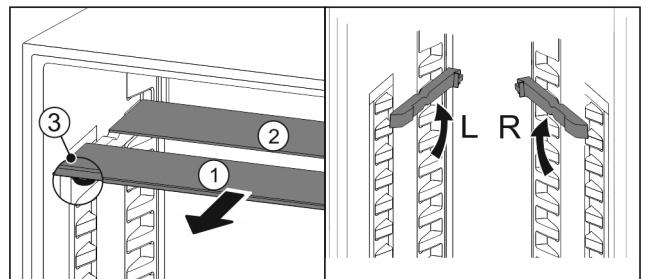

Fig. 25
- Glasplatten einzeln nach vorne herausziehen Fig. 25 (1).
- ▷ Glasplatte *Fig. 25 (1)* mit Zierleiste liegt vorne.
- ▷ Stopps *Fig. 25 (3)* zeigen nach unten.